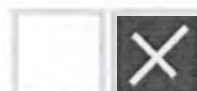

Рисунок 3.67 – Сохранение журнала
1. Дождитесь появления сообщения «Вставьте носитель» (Рисунок 3.67, а) установите съемный носитель или CD/DVD-диск.
2. После загрузки и проверки съемного носителя или диска появится сообщение «Обнаружен логический диск» (Рисунок 3.67, б) или «Обнаружен CD/DVD».